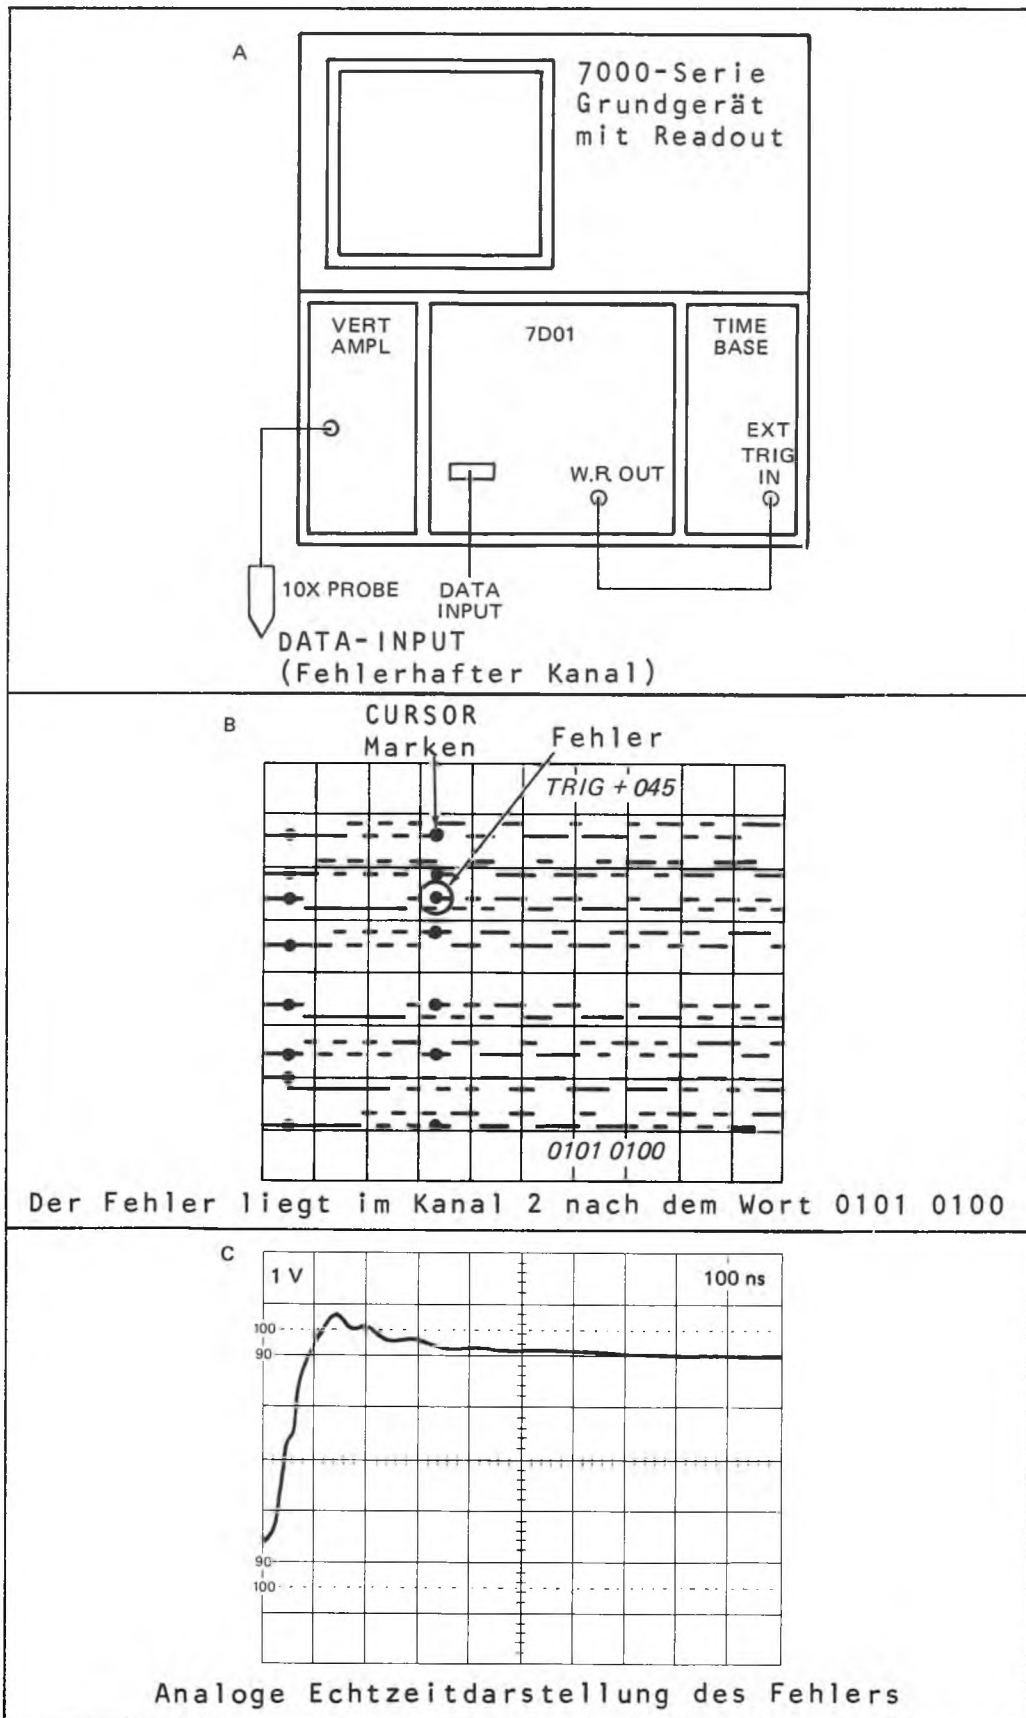

Abb. 7: Testaufbau und Datendarstellung zum Beispiel "Fehlersuche"
1. Erstellen Sie den in Abb. 7 A gezeigten Testaufbau.
4. Sie sollten die in Abb. 7 B gezeigte Darstellung auf dem Bildschirm erhalten.
10. Stellen Sie Empfindlichkeit und Zeitablenkkoeffizienten des Oszillografen so ein, daß eine stabile analoge Darstellung des in Schritt 8 gewählten Kanals auf dem Bildschirm erfolgt. (Vgl. Beispiel in Abb. 7 C).